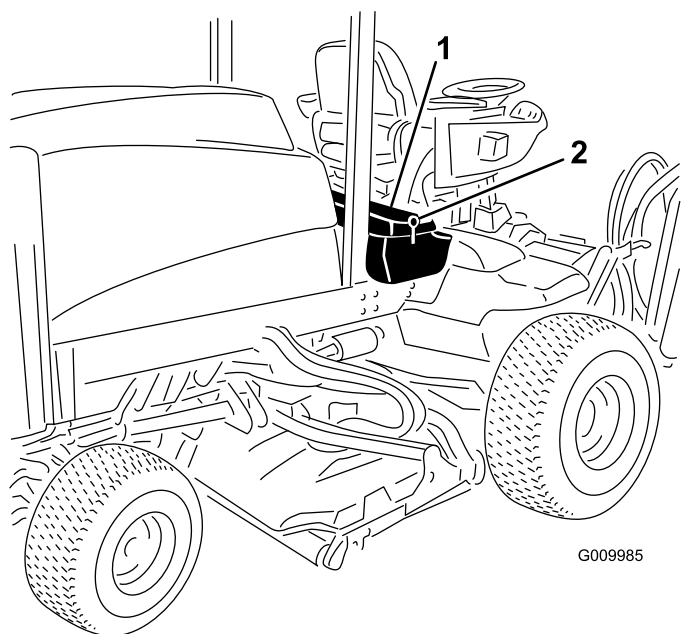

Figure 60
1. Déverrouillez et soulevez le panneau de la console (Figure 60).